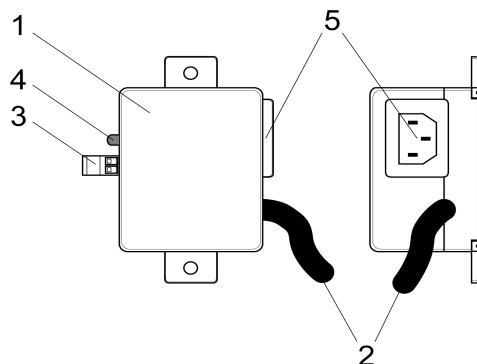

Рисунок 1
4.1 Электронный блок управления компрессором «РЭ-ВК» (далее – блок) состоит из (см. Рисунок 1):